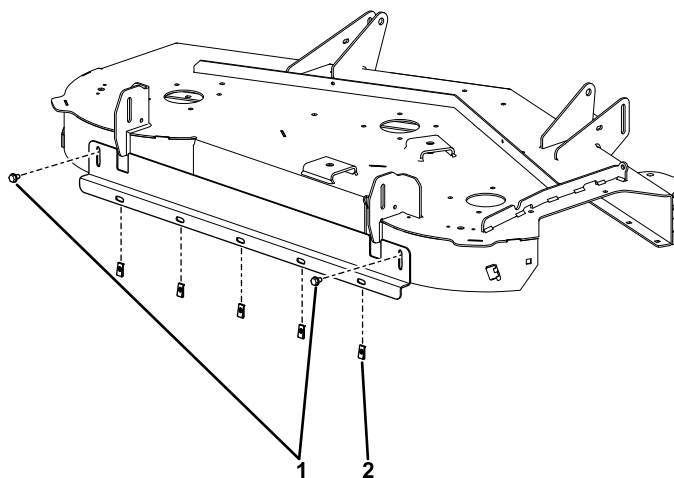

Figura 10
6. Instale 5 tuercas rápidas en los orificios abiertos del soporte (Figura 10).